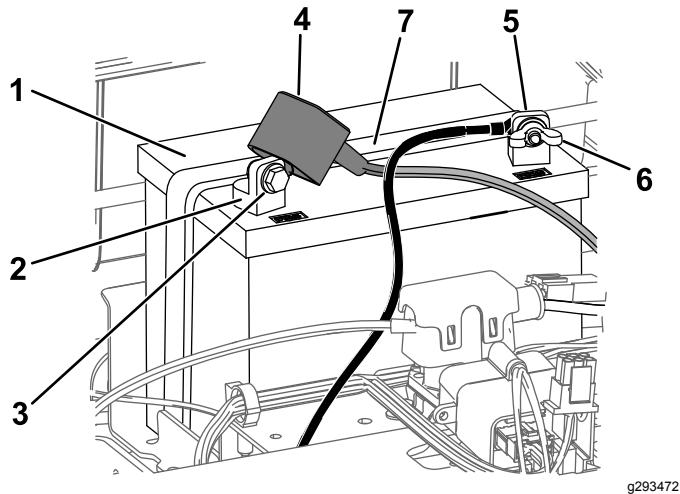

Figure 43
- Débranchez le câble négatif (noir) de mise à la masse de la borne de la batterie (Figure 43).
6. Débranchez le câble positif (rouge) de la borne de la batterie (Figure 43).
7. Déposez la barrette de maintien de la batterie (Figure 43) et soulevez la batterie de son support.
1. Placez la batterie dans son support (Figure 43).
5. Fixez la batterie en place à l'aide de la barrette de maintien (Figure 43).